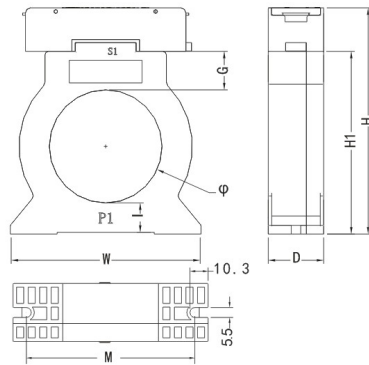

图 2 探测器外形示意图（配闭口式圆孔剩余电流互感器）
- 1.2 配闭口式圆孔剩余电流互感器的探测器外形尺寸图如图 2 所示，配闭口式方孔剩余电